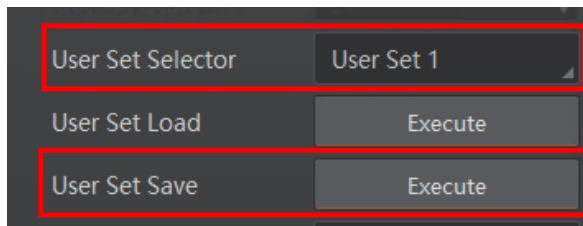

图8-11 保存参数设置
- 保存参数：修改参数后，通过 *User Set Selector* 参数下拉选择其中一组 *User Set* 参数，点击 *User Set Save* 处的“Execute”，即可将参数保存到用户参数中，如图 8-11 所示。